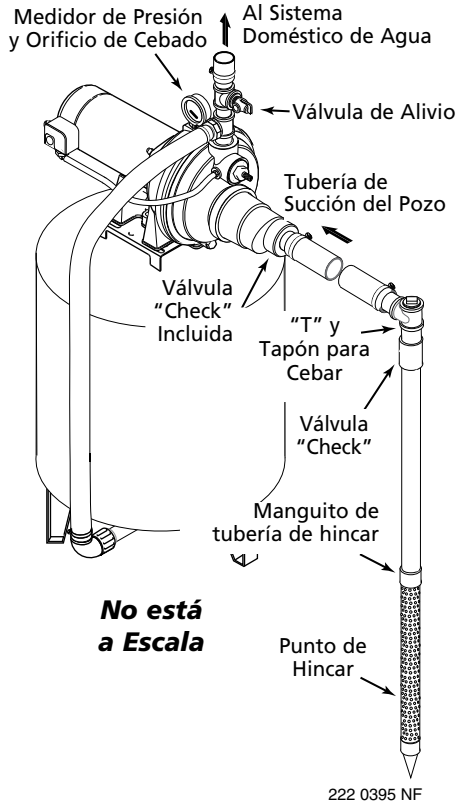

Figura 4 – Instalación del Punto de Hincado
Nuevo de Poca Profundidad, Instalacion del punto de pozo (Figura 4)
4. Utilice el menor número de conexiones posible (especialmente codos) al conectar la tubería desde el punto del pozo al orificio de succión de la bomba. La tubería de succión debe ser por lo menos del mismo tamaño que el orificio de succión en la bomba (incluya una válvula "check" - Vea la Figura 4). Soporte la tubería para que no haya inclinaciones verticales o hundimientos en ella a fin de que no ejerza tensión sobre el cuerpo de la bomba y con el propósito de que no se incline ligeramente hacia arriba desde el pozo hacia la bomba (los puntos altos pueden ocasionar que se formen bolsas de aire que pueden bloquear la bomba). Sellar las juntas de la tubería de aspiración con cinta selladora de PTFE para roscas de tubería en PVC. Las juntas deben ser a prueba de agua y estar herméticamente cerradas. Si la tubería de succión pudiera succionar aire, la bomba no podría sacar agua del pozo. Si un punto de pozo no proporciona suficiente agua, considere la posibilidad de conectar dos o tres puntos de a una tubería de succión.